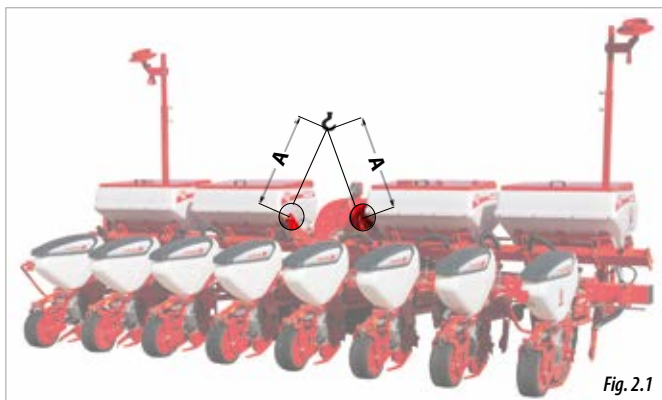

Fig. 2.1
- Versiones de máquina **FIJA, VARIANT MANUAL, TELESCÓPICA, VARIANT y VARIANT IDRA**, la CARGA y DESCARGA deberá hacerse mediante 2 puntos (Fig. 2.1).
ATENCIÓN: RESPETAR LAS DISTANCIAS: **A** (2 METROS) PARA EVITAR DAÑAR LA MÁQUINA DURANTE EL PROCESO DE ELEVACIÓN (FIG. 2.1).